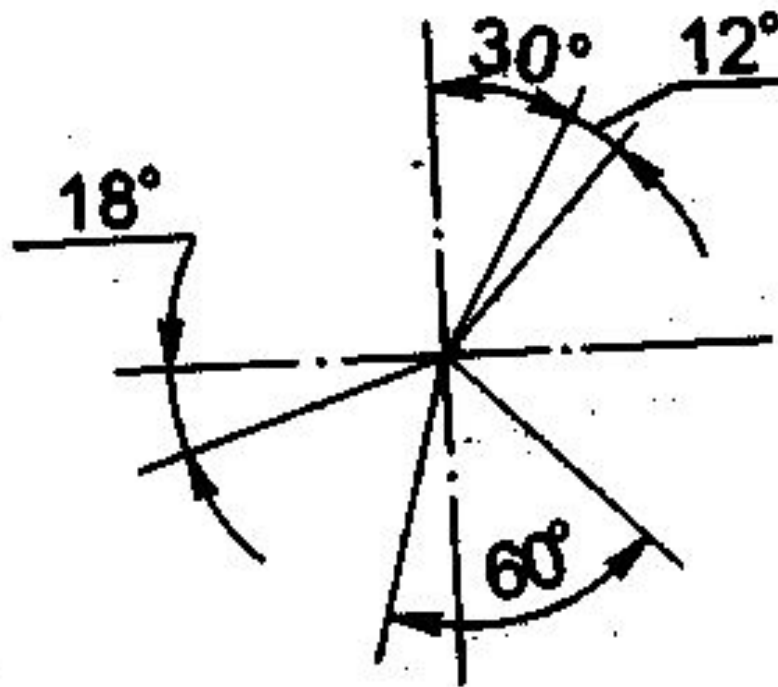

Рис. 7
- Угловые размеры наносят, как показано на рис. 7. Их указывают в градусах ($^{\circ}$), минутах ($'$) и секундах ($''$), проставляя единицы измерения, например, размер 30° на рис. 7. Размерную линию при этом проводят в виде дуги окружности с центром в верш